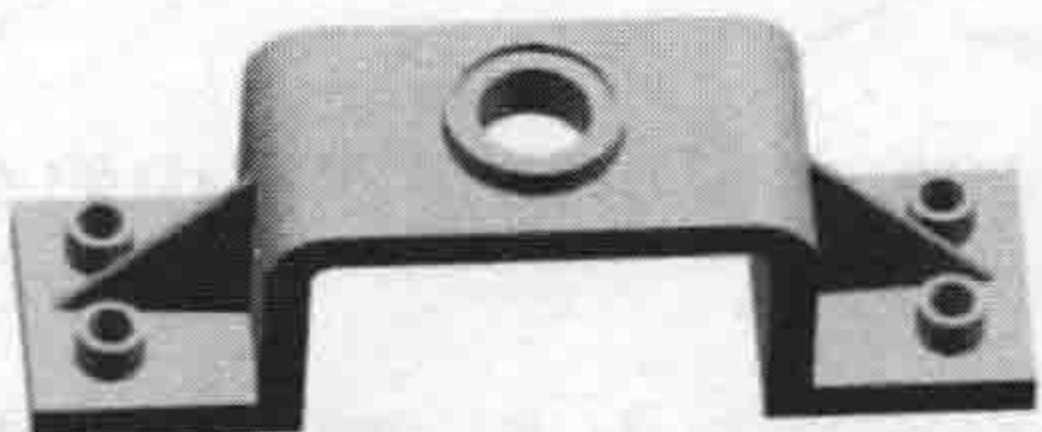

图 1-16 着色
- **【着色】**: 用光顺着色和打光渲染工作视图中的面 (不显示面的边), 如图 1-16 所示。